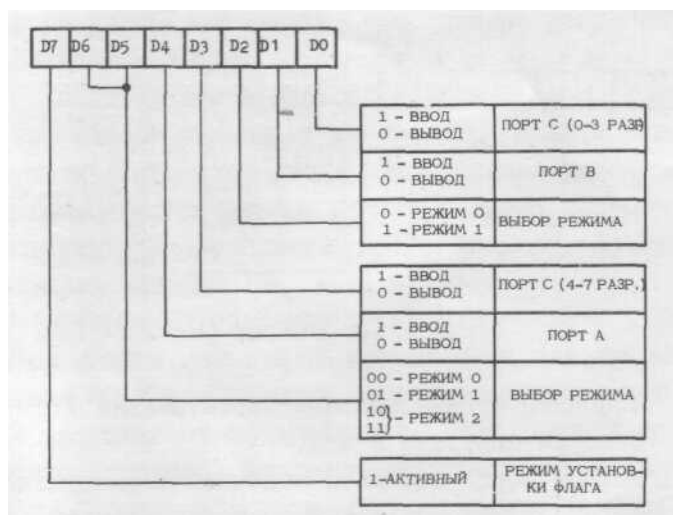

Рис. 9.2. Формат управляющего слова, задающего режим работы интерфейса
1. Управляющее слово определения режима работы интерфейса (разряд 7 - в состоянии лог. 1). Путем записи этого слова в РУС можно организовать заданную структуру ввода-вывода, определяемую комбинацией из 3 основных режимов. Запись управляющего слова проводится всегда в начале работы микросхемы, а также в случае необходимости программного изменения структуры ввода-вывода в процессе работы (рис. 9.2).